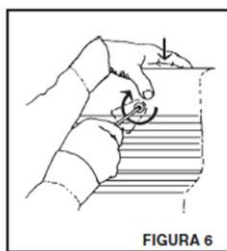
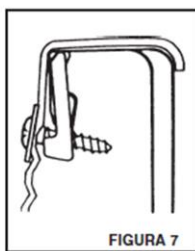

FIGURA 6
FIGURA 7
1. Empiece de cualquier esquina frontal y empuje el Bedliner hacia abajo y con el desarmador apriete el tornillo en el sentido de las manecillas del reloj (Vea Figura 6) Deberá sentir que el sujetador dejará de pivotar y se detenga, continúe apretando que se apriete (Vea Figura 7).